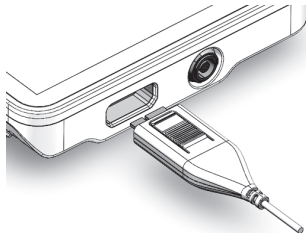

Figura 7. Ligue a ficha de sinal do endoscópio ao processador de imagem do endoscópio médico
- Quando utilizar um endoscópio eletrónico que corresponda à interface de sinal 2, certifique-se de que o processador de imagem do endoscópio médico está desligado, ligue o endoscópio ao processador de imagem do endoscópio médico e ligue o processador. Quando ligar um endoscópio ao processador, encaixe a placa de sinal do endoscópio e insira-a para fazer a ligação (Figura 7).